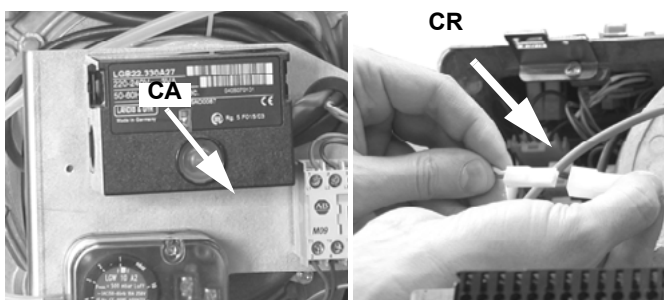

Рис. 18
- 3 Отсоединить кабель запального электрода **CA** от запального трансформатора Рис. 18.
- 4 Отсоединить соединительный разъем **CR** от печатной платы (Рис. 18).
- 5 Снять вместе фланец и голову сгорания (Рис. 18).